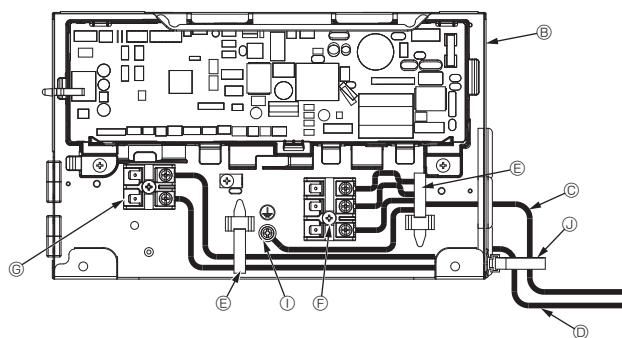

Fig. 7-4
7.2. Inomhusenhet (Fig. 7-3) (Fig. 7-4) (Fig. 7-5)